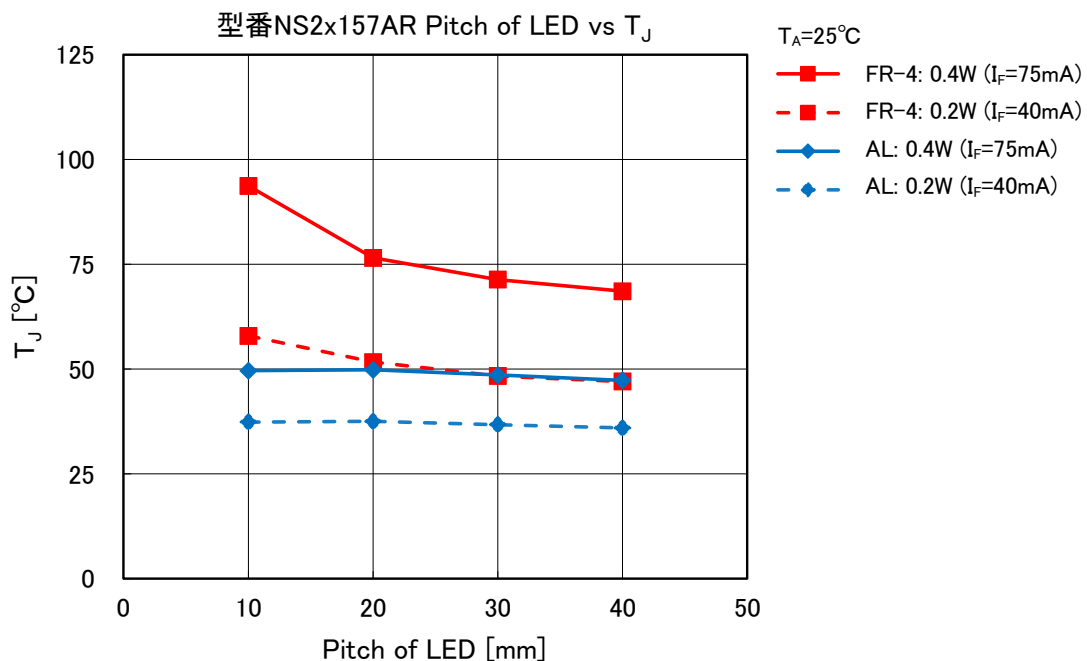

図 5. 型番 NS2x157AR 評価結果
0.2W( $I_F=40\text{mA}$ )と 0.4W( $I_F=75\text{mA}$ )における LED 実装ピッチと中心 LED の  $T_J$  の関係を図 5 に示します。FR-4 では、0.2W では 10mm 以上、0.4W では 20mm 以上のピッチを設けることで相互影響は小さくなります。また、アルミ基板では 10mm ピッチでも相互影響は小さく、狭ピッチでの配置が可能です。